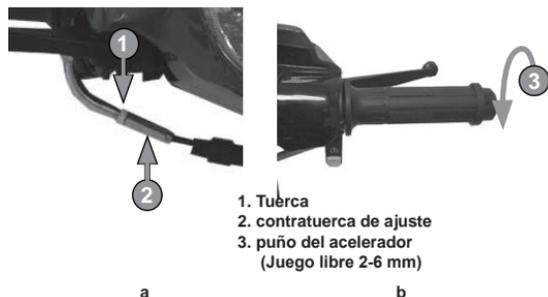

imagen 24. ajuste del puño del acelerador.
1. Ubicar la tuerca y la contratuerca de ajuste del acelerador. Ver imagen 24-A.
4. Revisar que el juego libre del acelerador esté dentro de la especificación, además de que la rotación sea suave desde la posición de cerrado hasta la posición de abierto. Ver imagen 24-B.